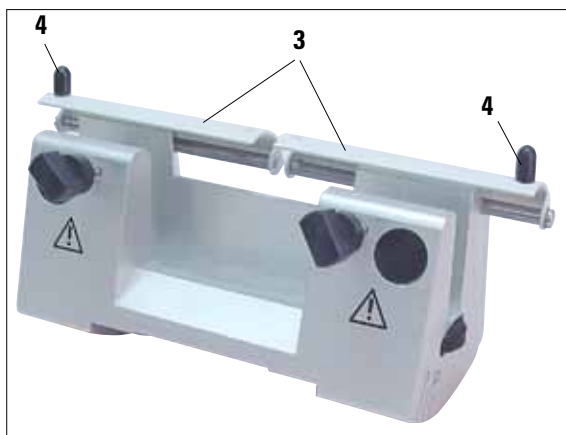

Abb. 3
Am Fingerschutz (3) des Messerhalters N sind zum Verschieben Griffe (4) angebracht (Abb. 3). Zum Abdecken der Schneide beide Seiten des Fingerschutzes zur Mitte schieben.